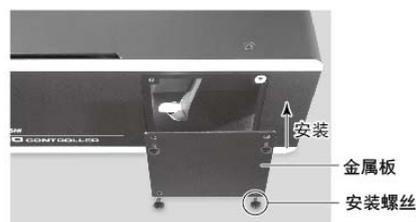

图23
- (5) 使用拆下的4个安装螺丝，将金属板安装在控制器正面。（图23）。